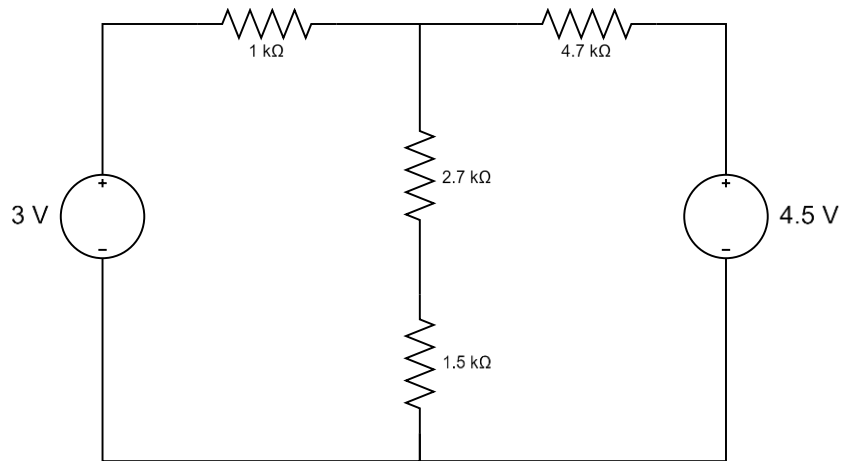

Figura 4.11. Ejercicio 2 Thevenin.
Práctica 3- Implementa el circuito de la *figura 4.11* en el protoboard.
- 3.2 Implementa el diagrama de la *figura 4.11* en el protoboard, mide el voltaje y corriente en la resistencia de 1.5 kΩ con el multímetro, para posteriormente calcular la potencia con los valores medidos. Reporta fotografías de las mediciones de ambas variables.